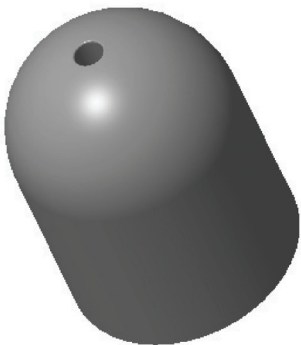

图 7-50 打开模型文件
STEP 01 单击快速访问工具栏中的“打开”按钮, 打开模型文件，如图 7-50 所示。